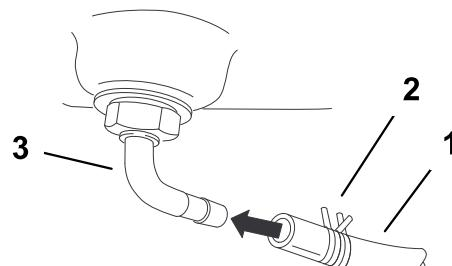

Figure 5
4. Enfilez le collier sur la conduite d'alimentation (Figure 5).
5. Poussez la conduite d'alimentation sur le raccord du réservoir de carburant et fixez-la en place avec le collier (Figure 5).